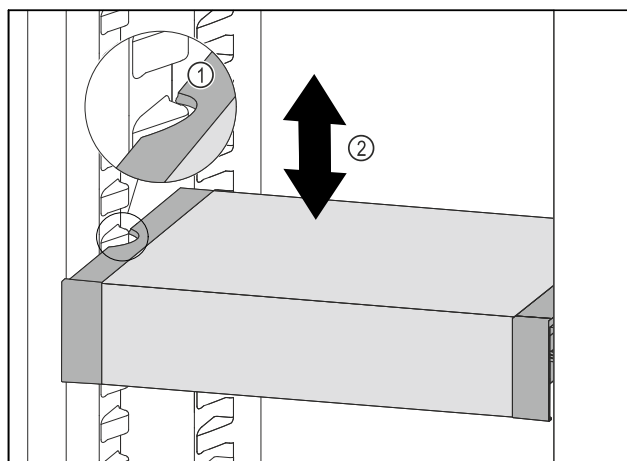

Fig. 204
- ▶ Húzza előrefelé a VarioSafe fiókot annyira, hogy a VarioSafe oldalsó kivágásai a hűtőrészben a tartóborda magasságában legyenek. Fig. 204 (1)
- ▶ A hűtőrészben a VarioSafe fiókot mozgassa felfelé vagy lefelé a kívánt magasság eléréséig. Fig. 204 (2)